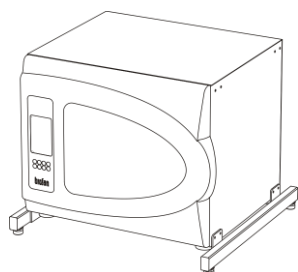

Рисунок 4. Монтаж
- 5.5.1. Нижний прибор (рисунок 4):